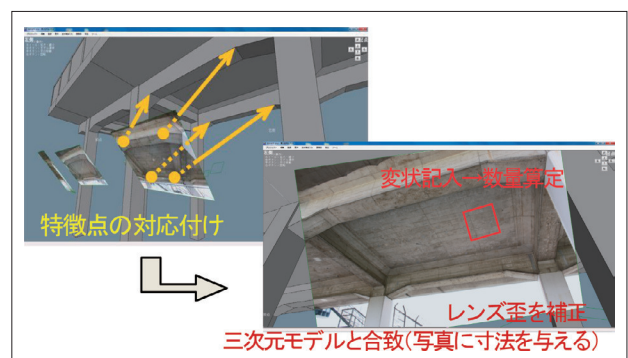

図3 撮影写真管理
③撮影写真管理(図3):
④変状図形との連携(図3):
⑤数量算定(図3):